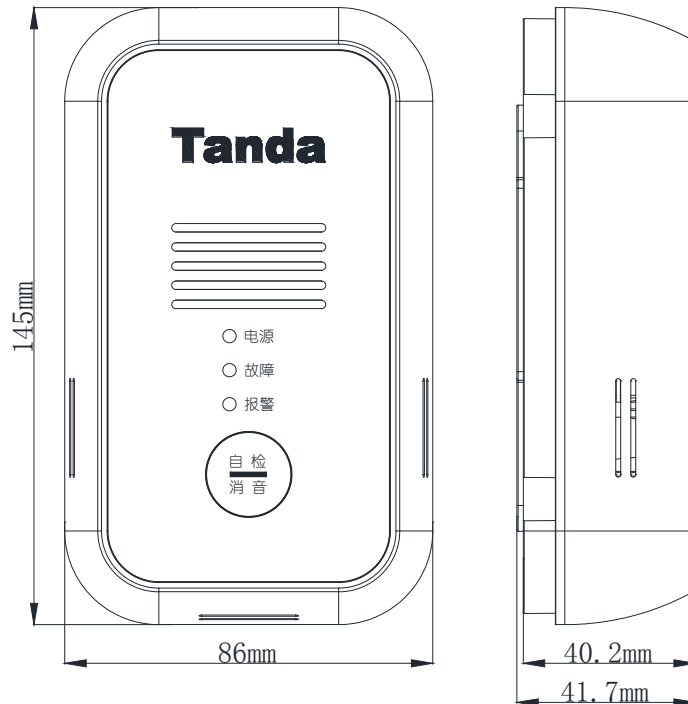
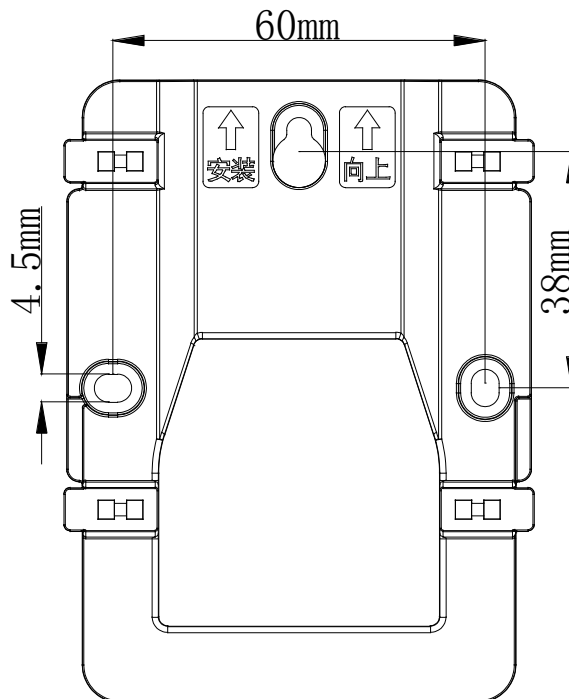

图 1 TR3100 外形尺寸示意图
图 2 TR3100 安装尺寸示意图
4.1 气体探测器的外形尺寸及安装尺寸示意图如图 1、图 2 所示